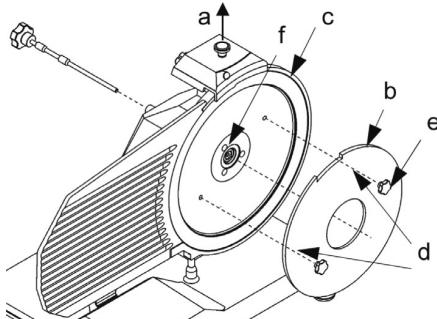

Fig. 5 – Installazione dello strumento di plexi (b) per rimuovere la lama
Per lavare la lama dall'altra parte si deve rimuoverla (vedere Fig. 5).
- rimuovere la protezione della lama (vedere Fig. 5);